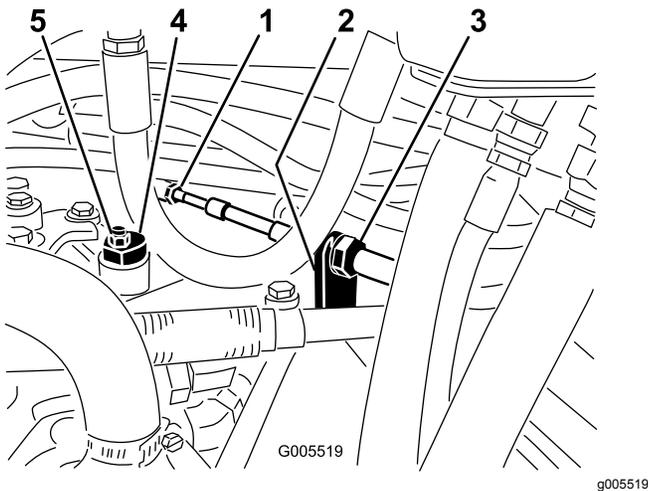

Bild 53
- A. Lösen Sie beide Klemmmuttern, mit denen der Fahrtriebs-Bowdenzug an der Trennwand am Hydrostat befestigt ist (Bild 53). Achten Sie darauf, dass die Klemmmuttern gleichmäßig gelockert sind und eine ausreichende Einstellung ermöglichen.
Hinweis: Lösen Sie die Mutter, mit der der Exzenter oben am Hydrostat befestigt ist (Bild 53).
- C. Drehen Sie den Exzenter, bis kein Kriechen in jeder Richtung auftritt. Ziehen Sie die Schraube fest, wenn sich das Rad nicht mehr dreht, um den Exzenter und die Einstellung zu arretieren (Bild 53). Überprüfen Sie die Einstellung mit dem Gasbedienungshebel auf „Langsam“ und auf „Schnell“.
- D. Ziehen Sie die Sicherungsmuttern, mit denen der Bowdenzug am Schott befestigt ist, gleichmäßig von der Innenseite des Schotts fest (Bild 53). Verdrehen Sie nicht den Bowdenzug.